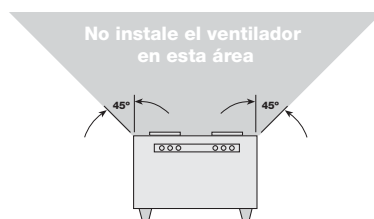

Figura 3 — Lugar de Montaje
- No se recomienda usar estos ventiladores para aplicaciones de escape en cocinas. Están diseñados principalmente sólo para aplicaciones de aire limpio a baja temperatura. La Figura 3 muestra la distancia mínima en la que se deben colocar estos ventiladores en relación con el equipo de cocina.
- Para obtener el mejor rendimiento, elija una ubicación con el tramo de conducto más corto posible y con el menor número de codos. No lo monte cerca de equipos de cocina, como se muestra en la Figura 3.